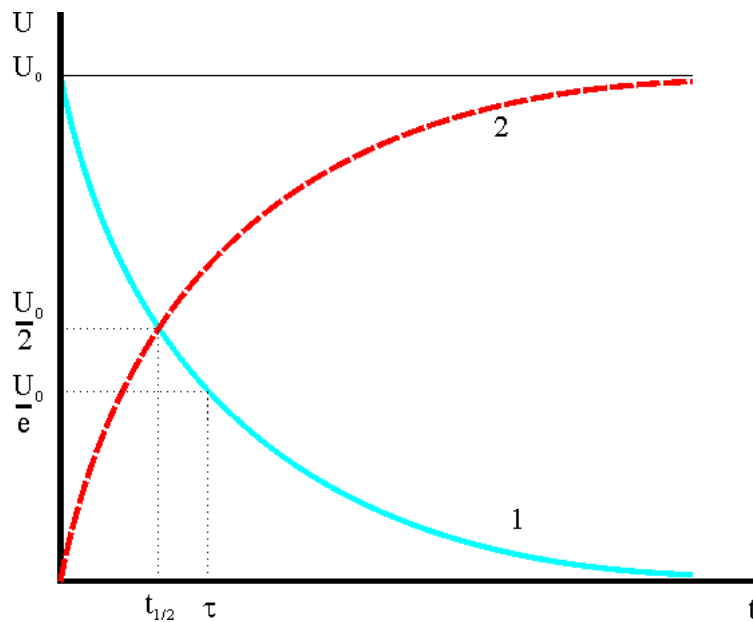

Рис. 2
Из выражения (3) следует, что заряд на конденсаторе при его разряде изменяется по экспоненциальному закону. По такому же закону изменяется и напряжение на конденсаторе (рис. 2, кривая 1):